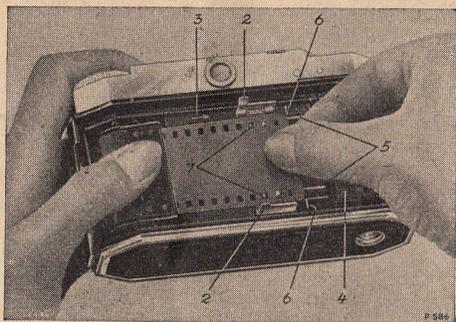
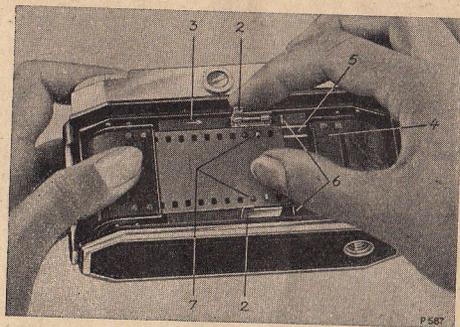
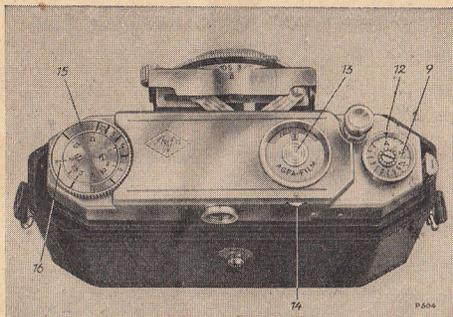

Abb. 2
Abb. 3
Abb. 5
1. Camera aus der Bereitschaftstasche nehmen. Camera-Rückdeckel öffnen durch Verschieben des Verschlussriegels 1 (Abb. 1) in Pfeilrichtung. Filmführungsclappen 2 (Abb. 2) öffnen*).
2. Leere Karatpatrone 4 (Abb. 2) in die besonders gekennzeichnete Kammer am Rückdeckel-Scharnier einlegen, Schlitz zur Filmbahn, Prägung „Agfa“ nach oben.
3. Geladene Karatpatrone nur bei sehr stark gedämpftem Licht in die Kammer am Rückdeckel-Schloß einlegen, Prägung „Agfa“ nach oben. Nur soviel Film vorsichtig aus der Karatpatrone herausziehen, daß der auf der Filmbahn aufliegende Film genau bis an die weißen Strichmarken 6 (Abb. 2) auf der Filmbahn reicht. Die Zähne der Filmschalträder müssen in die Lochreihen eingreifen (Pfeil neben der Filmbahn = Laufrichtung des Films). Führungsclappen 2 (Abb. 3) schließen, Camera-Rückdeckel schließen. Filmsortenanzeiger 13 (Abb. 5) einstellen. Camera wieder in die Bereitschaftstasche einsetzen.
1. Zählsscheibe 9 (Abb. 5) nach rechts drehen, bis der Buchstabe „A“ (= Anfang) an der Marke 12 (Abb. 5) steht.
Filmführungsklappen 2 (Abb. 2) hochschwenken. Der weiß eingelassene Pfeil 3 (Abb. 2) auf der Filmbahn kennzeichnet die Laufrichtung des Films. Demgemäß leere Karatpatrone 4 (Abb. 2 u. 3) — Prägung „Agfa“ nach oben — in die durch die Klebemarke „leere Patrone hier“ gekennzeichnete Kammer am Rückdeckel-Scharnier einlegen. Schlitz der Leerpatrone an die Filmbahn 5 (Abb. 2 u. 3) leicht andrücken.
Karatpatrone mit dem linken Daumen leicht andrücken, und nur soviel Film aus der Patrone herausziehen, daß der Film nicht weiter als bis zu den weißen Strichmarken 6 (Abb. 2 u. 3) auf der Filmbahn reicht. Der
Film muß auf der Filmbahn aufliegen, und die Zähne 7 (Abb. 2 u. 3) der Schalträder müssen in die Lochreihen des Films eingreifen.
Filmführungsklappen 2 (Abb. 2 u. 3) wieder herunterschwenken und nochmals prüfen, ob die Schalträder den Film in den Lochreihen fassen, ehe man den Rückdeckel schließt. Dabei ist folgendes zu beachten:
Der Rückdeckel muß fest einschnappen. Stößt man hierbei auf Widerstand, dann nicht mit Gewalt verfahren, sondern nachprüfen, ob die Patronen richtig liegen (d. h. Prägung „Agfa“ nach oben und Patronenschlitz an der Filmbahn), oder ob übersehen wurde, eine der Filmführungsklappen (Abb. 2 u. 3) zu schließen.
2. Zähler-scheibe 9 (Abb. 5) mit der Fingerkuppe drehen, bis „A“ an der Marke 12 steht (Abb. 5).
Der vorbelichtete Film-anfang gleitet auf der Filmbahn in die leere Karatpatrone hinein, zur selben Zeit springt die Zähler-scheibe um eine Zahl weiter, und die Zahl „1“ ist an die Marke 12 (Abb. 5) gerückt.
Der Filmsortenanzeiger 13 (Abb. 5) dient dem Zweck, späteren Zweifeln vorzubeugen, welche Filmsorte in die Camera eingelegt worden war. Er ist durch Drehen der kleinen, vorstehenden Rändelscheibe 14 (Abb. 5) so einzustellen, daß die Bezeichnung der eingelegten Filmsorte im Fensterausschnitt erscheint.
Eine vereinfachte, besonders handliche Form der Schärfentiefen-Tafel stellt der Schärfentiefen-Ermittler auf der Karat 2,8 dar. Auf dem drehbaren Rändelring 16 (Abb. 5) sind die Blendenzahlen 2,8 bis 16 in engeren und weiteren Feldern angeordnet. — Die feststehende,
Die Handhabung läßt sich an einem Beispiel leicht erläutern: Es sei z. B. die Aufgabe gestellt, innerhalb eines bestimmten Bereiches, etwa von 1,5 m bis 3 m, bestmögliche Schärfe zu erhalten. Die hierfür erforderliche Entfernungseinstellung*) bei größtmöglicher Blende wird auf folgende Weise ermittelt: Man dreht den Rändelring 16 (Abb. 5), bis die Meterzahlen 1,5 m und 3 m innerhalb der Begrenzungslinien eines einzigen Blendenfeldes stehen. In dem vorliegenden Falle ist es das Blendenfeld 16. Die punktförmige Blendenmarke 16 (Abb. 5) zeigt auf die Einstellung 2 m. — Also: